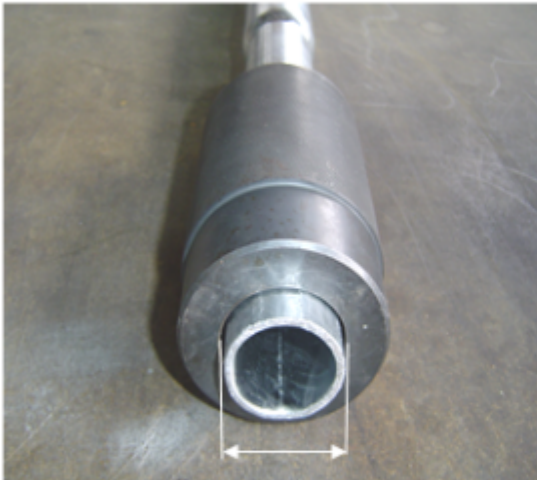

Bild Nr.2
1. 1. Bild Nr.2: Lässt sich die Prüflehre auf das eingezogene Ende des Holmbügels stecken?